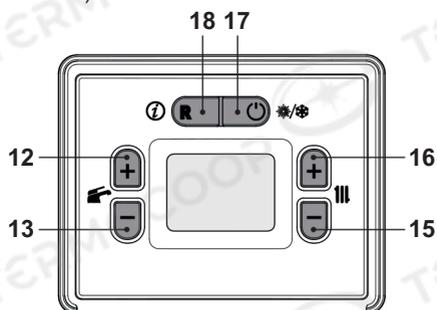

Figura 5.43
- Entrare in "modalità programmazione" premendo contemporaneamente per 5 secondi i tasti 17 e 18 (Figura 5.43). Sul display LCD appare il codice **P00**, indi-
- Premendo il tasto 16 (Figura 5.43) sul display LCD appare il valore del parametro P03 (Figura 5.46).
- Premendo il tasto 12 o 13 (Figura 5.43) si ottiene la conferma del valore inserito e si ritorna alla lista parametri (Figura 5.45).
- Premendo il tasto 17 (Figura 5.43) si esce dalla "modalità programmazione".